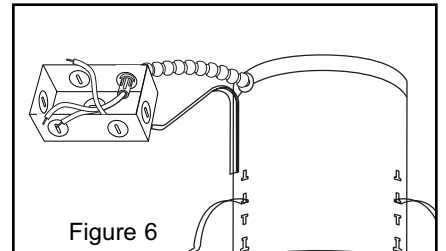

Figure 6
Step 2. Remove wiring box cover. Remove the appropriate knock-out to connect flexible metal conduit or non-metallic cable to wiring box with proper connectors (by others) (Fig. 6).
Paso 2. Quite la cubierta de la caja de conexiones (fig. 6). Quite el agujero ciego apropiado para conectar el conducto metálico flexible o el cable no metálico en la caja de conexiones con los conectores adecuados (de otros fabricantes).